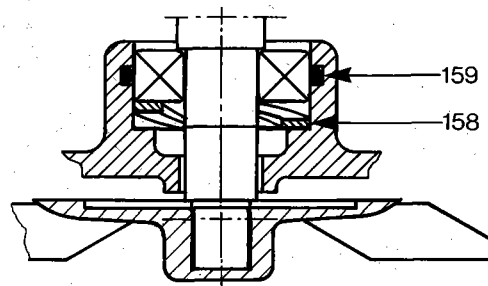

Fig. 1
Presser le joint torique, pos. 159, dans la rainure du stator et monter le ressort ondulé, pos. 158, voir fig. 1.